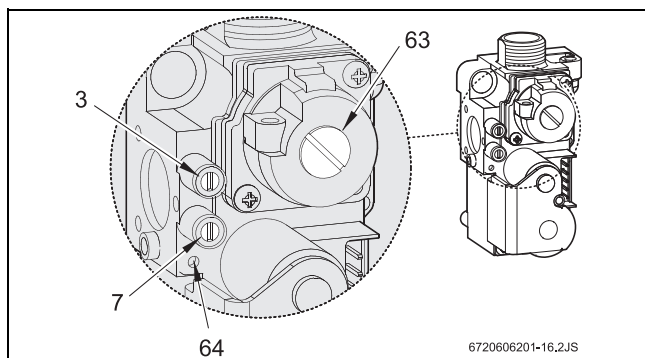

Fig. 30 Automático de gás
- ▶ Desmontar a cobertura do parafuso de regulação do gás (63) (Fig. 30).
- ▶ Tratando-se de gás natural: regular o consumo MAX com o parafuso de regulação (63) (Tab. 11).